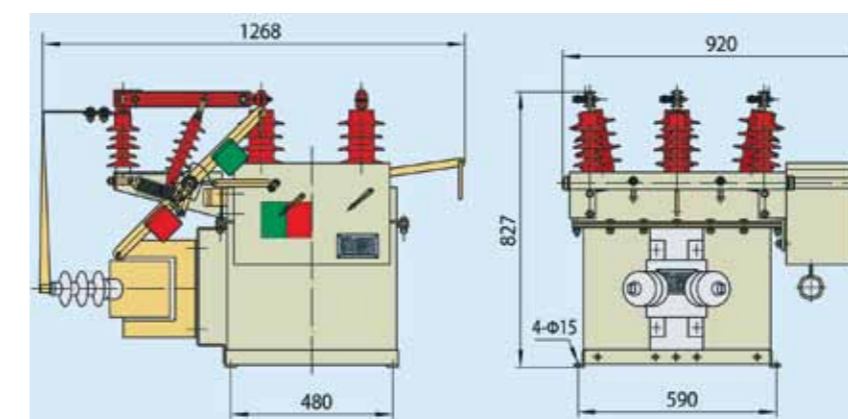

Рис. 6.3 Выключатель ZW8-12 с разъединителем и внешним трансформатором
6.3 Выключатель ZW8-12 с разъединителем и внешним трансформатором (см. рис. 6.3)